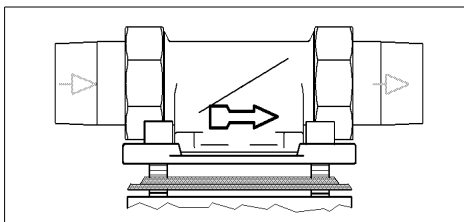

Abb. 2: Einbaudrehflansch
- Fließrichtung (siehe Abb. 2)